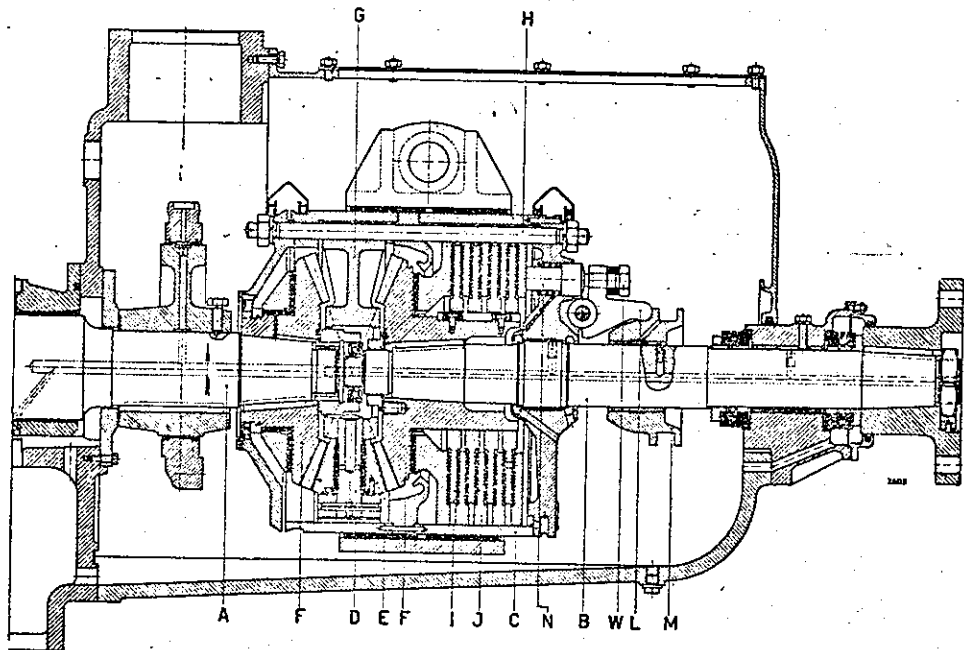

Fig. 2.
3. DE KEERKOPPELING (zie fig. 2) dient om de draairichting van de schroefas om te keren ten opzichte van die der krukas (ten behoeve van achteruitvaren) en om de verbinding van krukas en schroefas te verbreken (onbelast draaien).
Stop - Handel K wordt teruggetrokken in de middenstand, waardoor bus M de klauwen en dus ook de koppeling loslaat; de beweging van trommel C wordt nu niet meer door de platen op as B overgebracht. De tussentandwielen E (zie fig. 2) draaien om hun pennen H zonder kracht over te brengen.